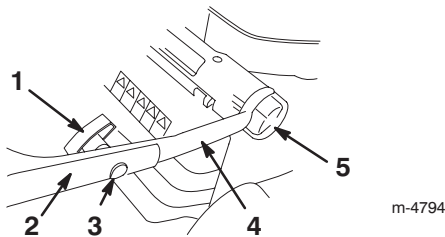

Bild 2
2. Lockern Sie die Griffhöhereinstellräder und drehen das untere Handgriffteil in Richtung Rückseite des Rasenmähers, bis es auf eine der in Bild 2 dargestellten Höhereinstellungen ist.
4. Sichern Sie das obere Handgriffteil mit den Ovalkopfschrauben und Handschrauben am unteren Teil ab (Bild 2). **Ziehen Sie die Handschrauben gut fest.**
Sie können den Handgriff auf drei verschiedene Höhen einstellen: hoch, mittel und tief (Bild 2). Wählen Sie die Griffhöhe, die für Sie am bequemsten ist.